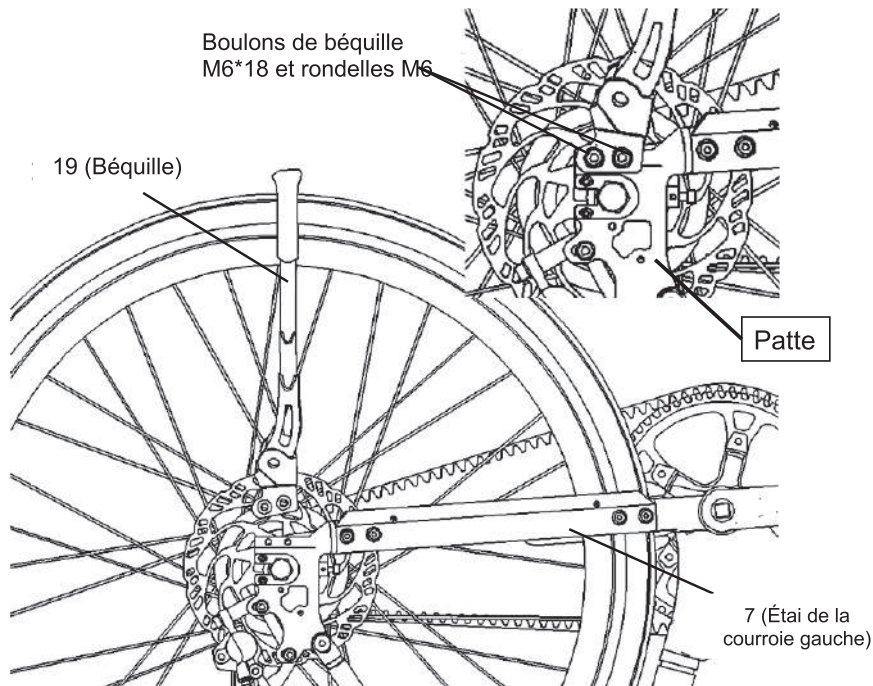

Figure 43 : Fixez la béquille sur la pièce 7.
b. Utilisez une clé Allen de 5 mm pour fixer la pièce 19 sur la patte de la pièce 7, comme illustré à la Figure 43.